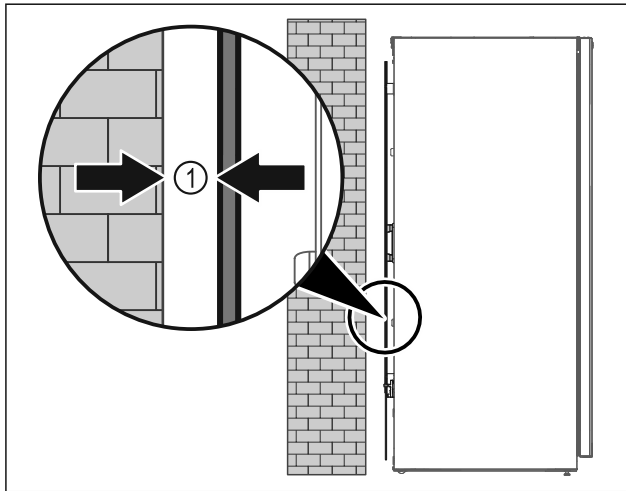

Fig. 27
- ▶ Τοποθετήστε τη συσκευή είτε ελεύθερη στον χώρο είτε απευθείας σε έναν τοίχο σε ελάχιστη απόσταση 5 mm Fig. 27 (1).